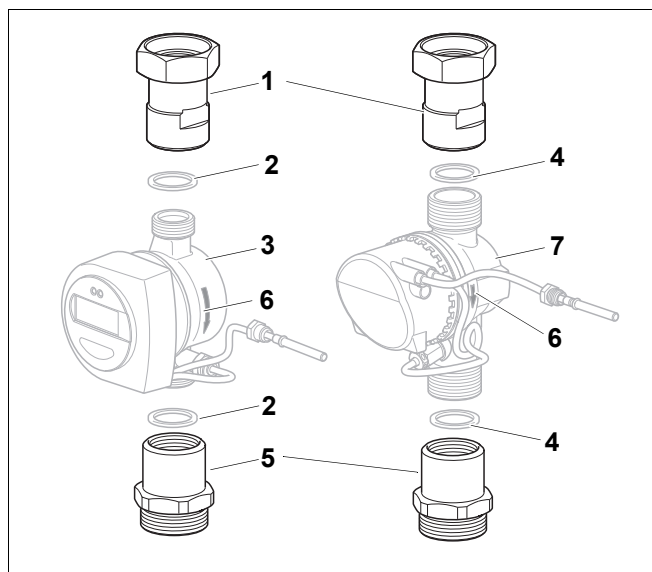

Рис. 3 Соединение комплекта подключения WMZ с тепловым счетчиком
- Уложите уплотнение (рис. 3, [2] или [4]) в верхний штуцер теплового счетчика (рис. 3, [3] или [7]) и наверните на него переходник (рис. 3, [1]).
Стрелка (рис. 3, [6]) на тепловом счетчике должна быть направлена вниз.
- Уложите уплотнение (рис. 3, [2] или [4]) в нижний штуцер теплового счетчика и наверните на него переходник (рис. 3, [5]).